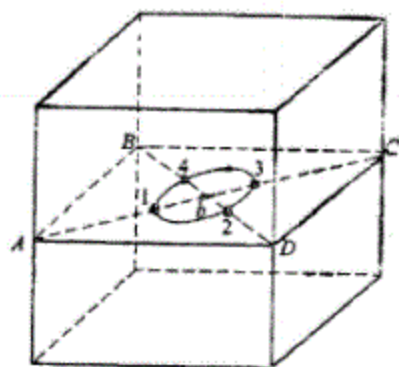

图 2
5. 如图 2 所示的立方体形晶体中, ABCD 滑移面上有一个位错环,